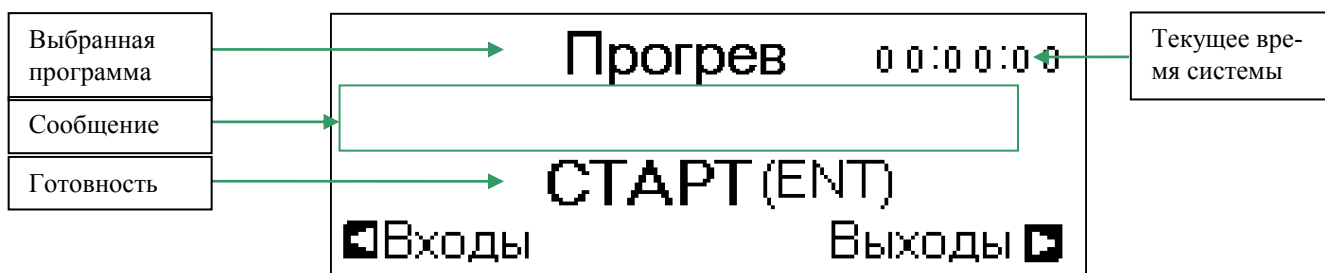

Рис. 9
7.11. На экране операторской панели появится экран запуска процесса (рис. 9).
7.12. Если стерилизатор готов к старту процесса, и на дисплее (рис. 9) отображается надпись «СТАРТ (ENT)», для запуска выбранного режима стерилизации нажмите клавишу «ENT».
После окончания стадии сброса давления или вакуума, на дисплее автоматически отобразится стартовый экран (рис. 9).